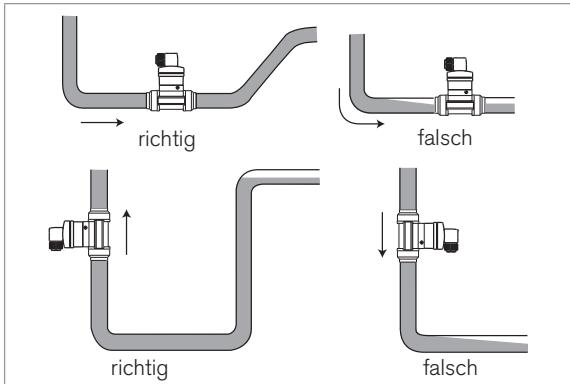

Bild 5: Zusätzliche Empfehlungen für die Installation
- die Rohrleitung mit Flüssigkeit füllen (siehe Bild 5).